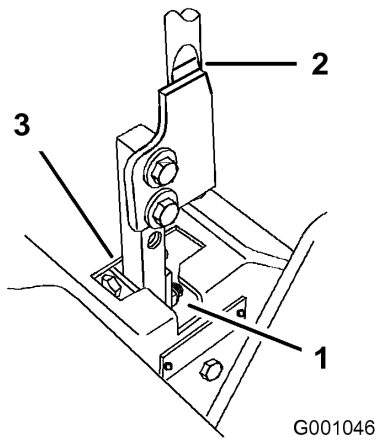

Figure 64
5. Placez le levier au point mort, sans le verrouiller (Figure 64).
6. Tirez-le ensuite en arrière jusqu'à ce que l'axe de chape (situé sur le bras au-dessous de l'axe de pivot) touche l'extrémité de la fente (c.-à-d. commence juste à appuyer sur le ressort) (Figure 64).
7. Vérifiez la position du levier par rapport au cran de la console (Figure 64). Il doit être centré de façon à pouvoir pivoter vers l'extérieur jusqu'à la position de verrouillage au point mort.